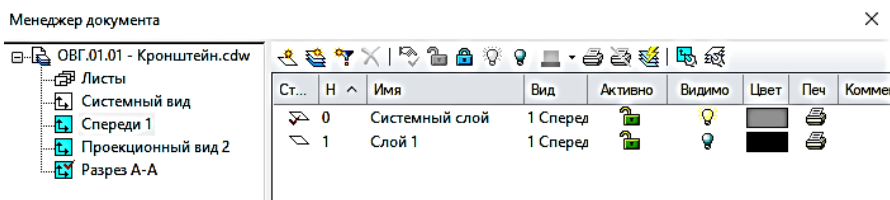

Рис.3 – Створення шару *Вигляду спереду*
5. Згідно стандартів ЄСКД, якщо розріз проходить по площині симетрії деталі, позначення його не проставляються на кресленні. Щоб не показувати позначення, можна перенести їх в інший шар, який зробити невидимим. Для цього треба натиснути кнопку *менеджер документа* і створити ще (окрім системного) по одному погашеному шару вигляду *Спереди 1* (Рис.3) і розрізу *Разрез А-А*, натиснувши кнопку *Создать слой*. Для перенесення позначення розрізу на погашений шар, треба його виділити, натиснути праву кнопку миші, у контекстному меню вибрати команду *Изменить слой* та вибрати із списку *Управление слоями* потрібний шар (*Слой 1*).